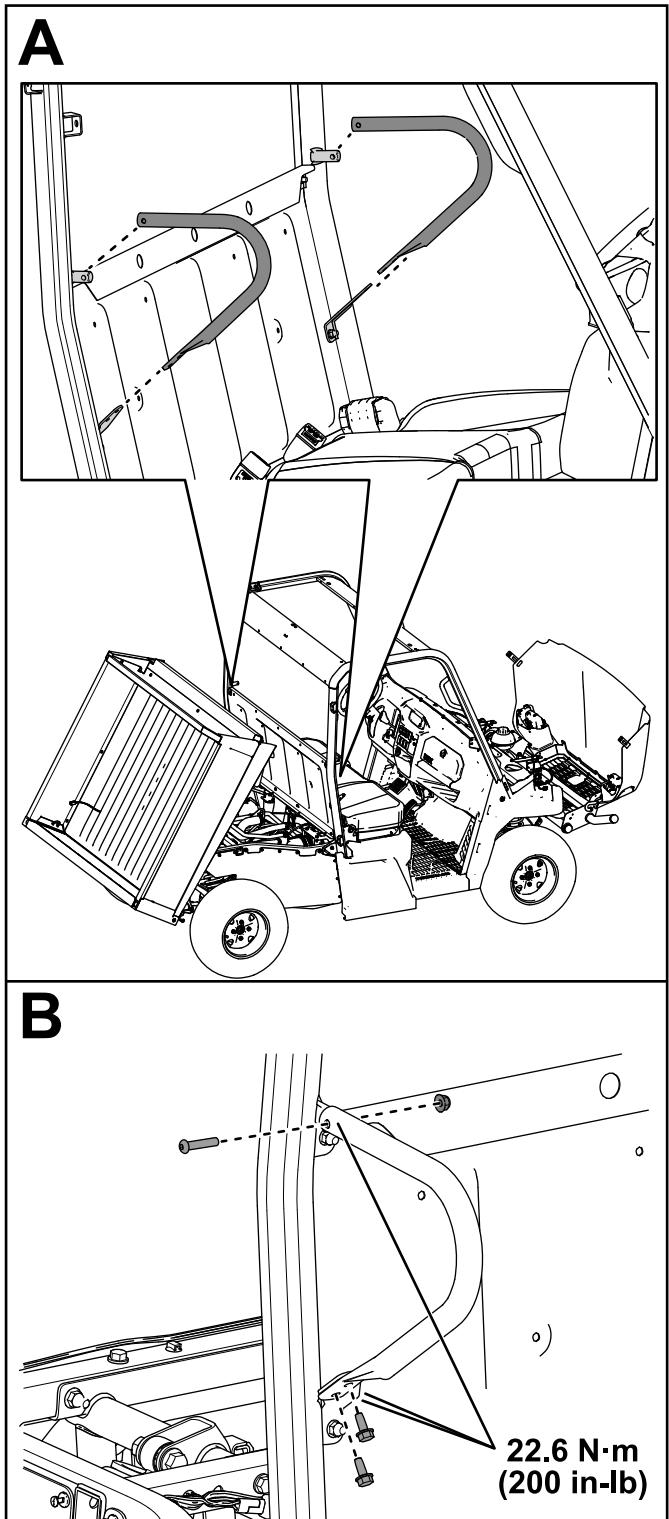

Figure 21
16. Fixez les 2 retenues d'épaules sur les barres arrière de l'arceau de sécurité à l'aide de 4 vis autotaraudeuses (5/16 x $\frac{3}{4}$ po), 2 boulons à tête ronde (5/16 x 1 $\frac{1}{2}$ po) et 2 contre-écrous (5/16 po), comme montré à la Figure 21.
Serrez les contre-écrous (5/16 po) à 22,6 N·m (200 po-lb), comme indiqué à la Figure 21.